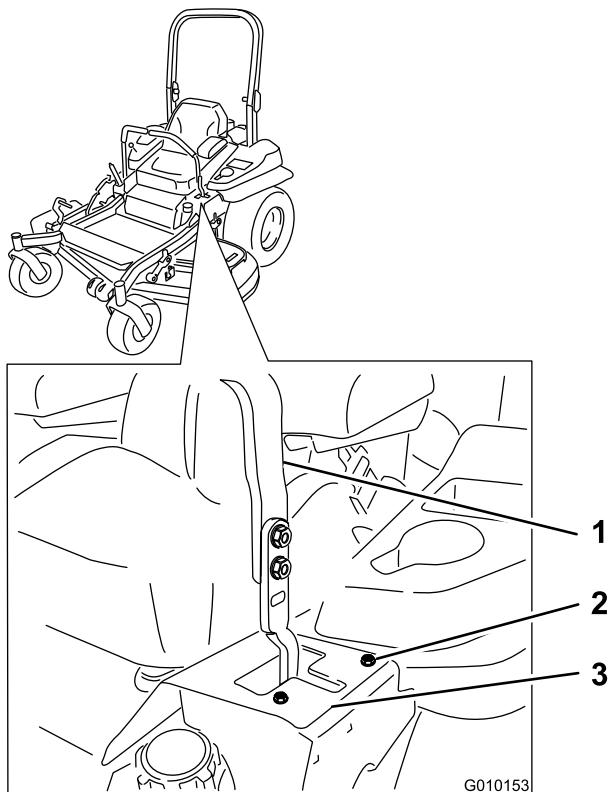

Figura 51
6. Si se desvía hacia la derecha, afloje los pernos y ajuste la chapa del tope izquierdo hacia atrás en la ranura en T de la izquierda hasta que la máquina avance en línea recta (Figura 51).
- Si se desvía hacia la izquierda, afloje los pernos y ajuste la chapa del tope derecho hacia atrás en la ranura en T de la derecha hasta que la máquina avance en línea recta (Figura 51).
- Apriete la chapa del tope (Figura 51).